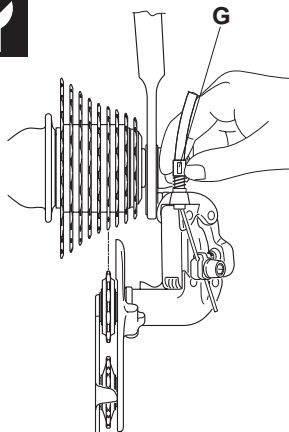
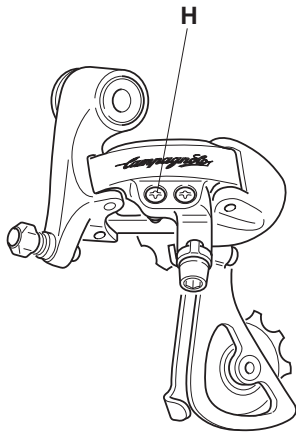

Fig. 15
Fig. 16
- Agire sul registro tensione cavo (G - Fig.15), fino ad avere un allineamento perfetto tra la mezzieria della rotellina superiore e la mezzieria del quarto pignone.
- Se la centratura tra la mezzieria rotellina e la mezzieria del quarto pignone non fosse perfetta: girare in senso antiorario il registro (G) per spostare il cambio verso l'interno o girare in senso orario per spostare il cambio verso l'esterno.
- Verificare che azionando opportunamente il comando, il cambio posizioni la catena sul pignone più grande; se ciò non avvenisse operare ripetutamente sulla vite (H - Fig. 16) allentandola fino a quando azionando il comando il cambio posizioni la catena sul pignone più grande senza incertezze. (Continua a pag.22)
- Turn the cable tension adjuster (G - Fig.15) until perfect alignment is obtained between the centreline of the top roller and the centreline of the fourth sprocket.
- Check that when the shifter is actuated accordingly, the rear derailleur positions the chain on the largest sprocket; if this does not occur, turn the screw (H - Fig. 16) repeatedly (slackening it until the chain is positioned on the largest sprocket without overshifting). (Continued on pag.22)
- Die Kabelspannerschraube (G - Abb.15) so vorstellen, daß das oberste Schaltradsrädchen mit der Mittelachse des vierten Ritzels eine perfekte Symmetrielinie bildet.
- Überprüfen, ob, nach entsprechender Einstellung des Schalthebels, die Kette auf das größte Ritzel schaltet; wenn nicht, Schraube (H - Abb. 16) lockern, bis die Kette diesen Schaltvorgang sauber durchführt. (Fortsetzung auf S. 22)
- Agir sur la vis de réglage de la tension du câble (G - Fig.15), jusqu'à ce que l'axe médiant du galet supérieur soit parfaitement aligne avec l'axe médiant du quatrième pignon.
- Contrôler qu'en actionnant la manette correctement, le dérailleur arrière positionne la chaîne sur le pignon le plus grand; si cela ne se produisait pas, agir plusieurs fois sur la vis (H-Fig.16) (en la desserrant jusqu'à ce que le dérailleur arrière positionne la chaîne sur le pignon le plus grand sans aucune hésitation, lorsque la manette est actionnée). (Suite à page 22)
- Actuar sobre el regulador de tensión de cable (G - Fig.15), hasta tener una alineación perfecta entre el eje de simetría de la ruedecilla superior y el de la cuarta corona.
- Verificar que, accionando oportunamente el mando, el cambio posicione la cadena sobre la corona más grande; si esto no tuviese lugar correctamente, actuar repetidamente sobre el tornillo (H - Fig. 16) aflojándolo hasta que, accionando el mando, el cambio posicione la cadena sobre la corona más grande sin imprecisiones. (Sigue a pag. 22)
- Controleer of de ketting bij volledig opschakelen op het grootste tandwiel komt. Zo niet, draai dan schroef (H - Fig.16) zover uit totdat de ketting wel op het grootste tandwiel komt. (Vervolg op pagina 22)